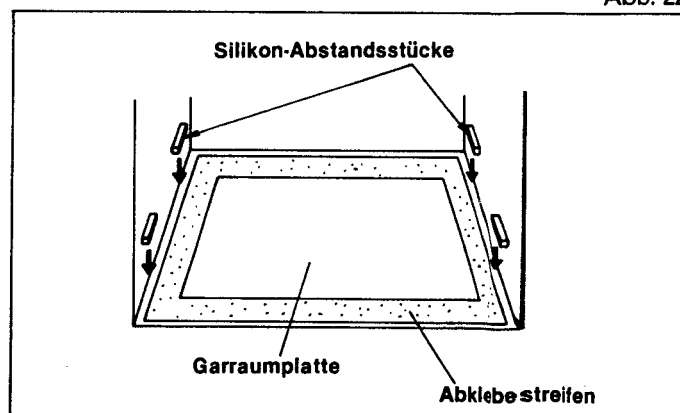

Abb. 23
- (D) Die Platte nun so auf die Führungsschienen unten im Garraum schieben, daß die mit Band abgeklebte Fläche nach oben zeigt. **Abb. 23.**
- (E) 4 Silikon-Abstandsstücke zwischen Garraumwand und Platte stecken. **Abb. 23.**